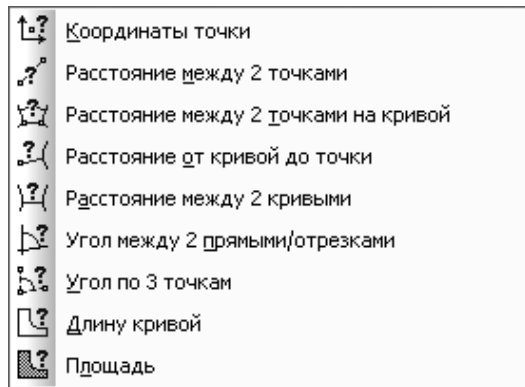

Рис. 4.189. Всплывающее меню пункта **Измерить** пункта **Сервис** главного меню
- **Измерить** обеспечивает появление всплывающего меню, показанное на рис. 4.189.